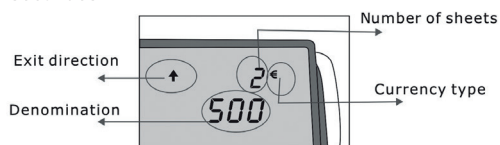

Fig.3
1. Pour visualiser le rapport des détections effectuées, appuyez sur la touche directionnelle et de rapport de détection. Appuyez sur la même touche afin de visualiser chaque détection réalisée (fig. 3).